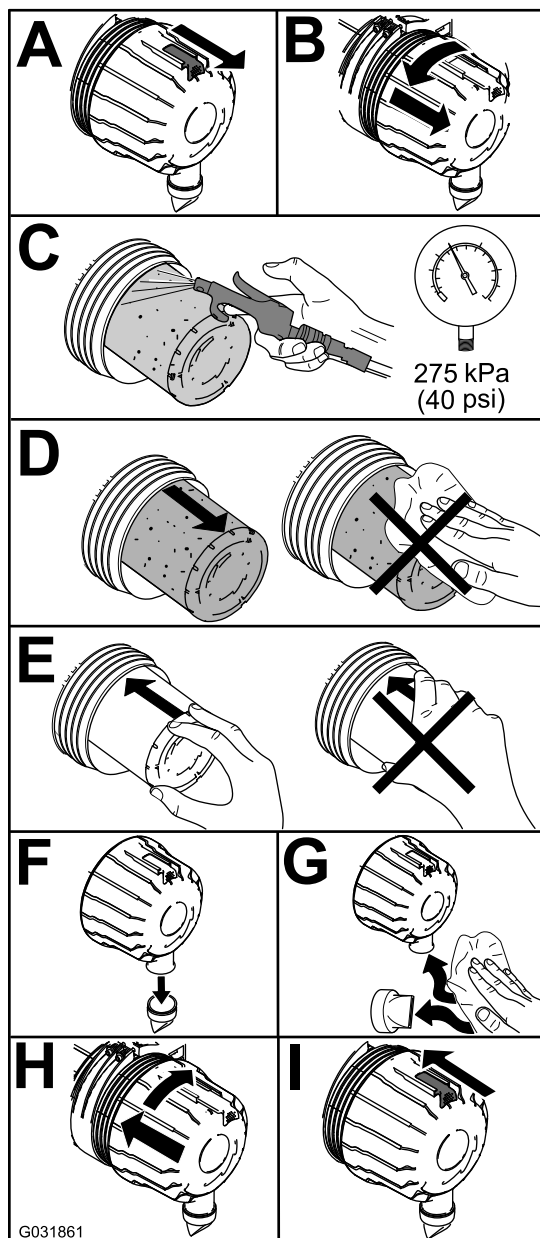

**Figura 56**
Effettuate la manutenzione del filtro dell'aria quando l'indicatore (Figura 56) lo richiede. Sostituendo il filtro dell'aria prima del necessario si aumenta il rischio che la morchia penetri nel motore quando si toglie il filtro.
2. Se la spia (Figura 56) è rossa, resettatela.